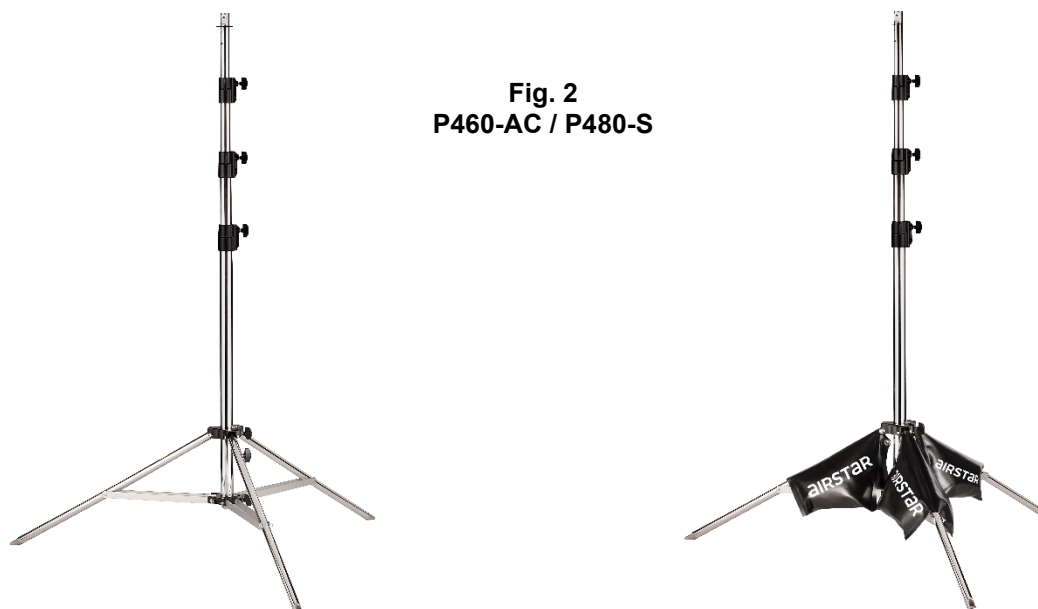

Fig. 2
3. Sur la perche P460-AC / P480-S (Fig. 2), déployez les pieds de la perche depuis leur position repliée jusqu'à ce que les barres de renfort soient parfaitement horizontales.
4. Sur la perche P460-AC / P480-S (Fig. 2), placez des sacs de sable Airstar sur chaque barre horizontale.